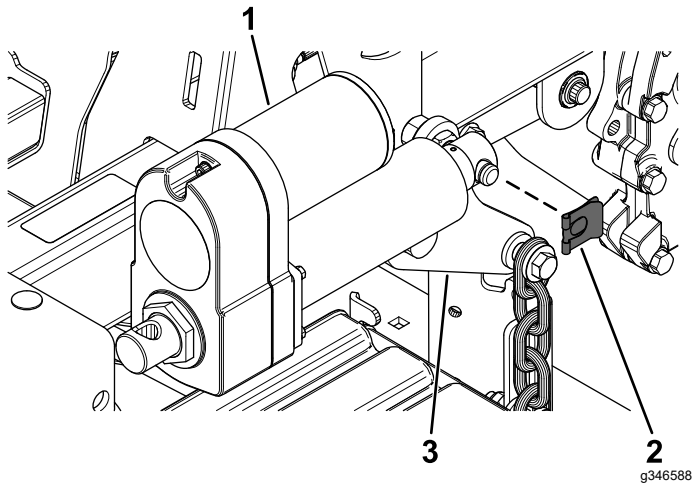

図 18
1. ピンクリップを使って、アクチュエータを後部デッキ昇降アームに取り付ける 図 18。